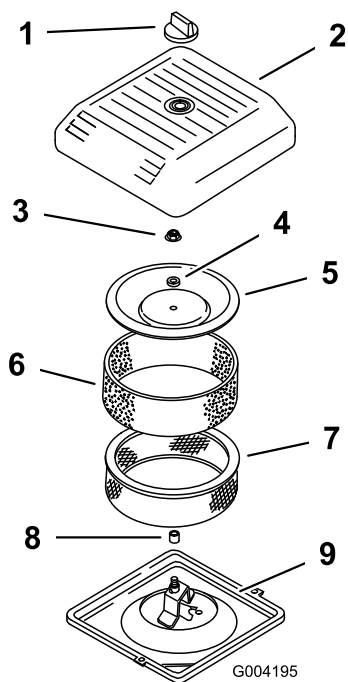

Figura 41
3. Desenrosque el pomo y retire la tapa del limpiador de aire (Figura 41).
- Deslice cuidadosamente el prefiltro de gomaespuma para separarlo del elemento de papel (Figura 41).
- Desenrosque la tuerca de la tapa y retire la tapa, el espaciador y el filtro de papel (Figura 41).
- Coloque el conjunto del limpiador de aire sobre su base (Figura 41).
- Instale la tapa y el espaciador y fíjelos con la tuerca de la tapa (Figura 41). Apriete la tuerca a 11 N·m (95 pulgadas-libra).
- Instale la tapa del limpiador de aire y sujétela con el pomo (Figura 41).